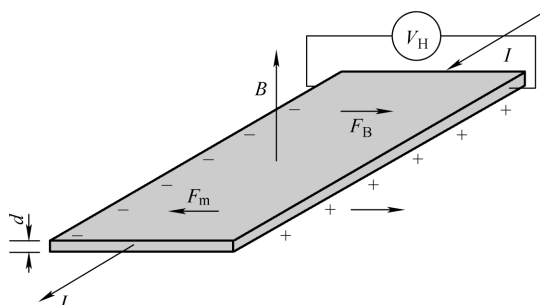

图 8-7 霍尔电压 V_H 的产生
(1) 霍尔式转速传感器的工作原理 霍尔效应是磁电效应的一种，这一现象是美国物理学家霍尔于 1879 年发现的。如图 8-7 所示，当电流垂直于外磁场通过导体时，在导体的垂直于磁场和电流方向的两个端面之间会出现电势差，这一现象便是霍尔效应。该电势差称为霍尔电压。